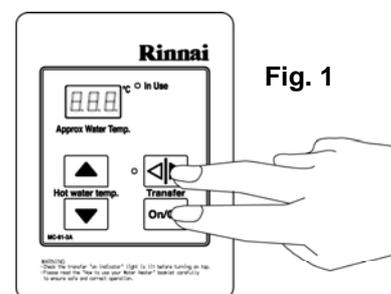

Fig. 1
**PASO 1:** Sobre el comando remoto Master pulse y mantenga pulsados a la vez los botones **Transfer** y **ON/OFF** (fig.1) hasta que se oiga un pitido.